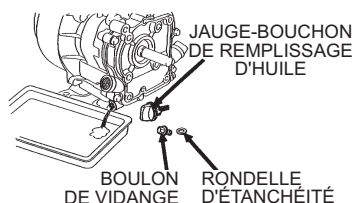

Figure 33. Jauge à huile (vidange)
1. Videz l'huile moteur lorsqu'elle est **chaude** tel qu'illustré à la Figure 33.